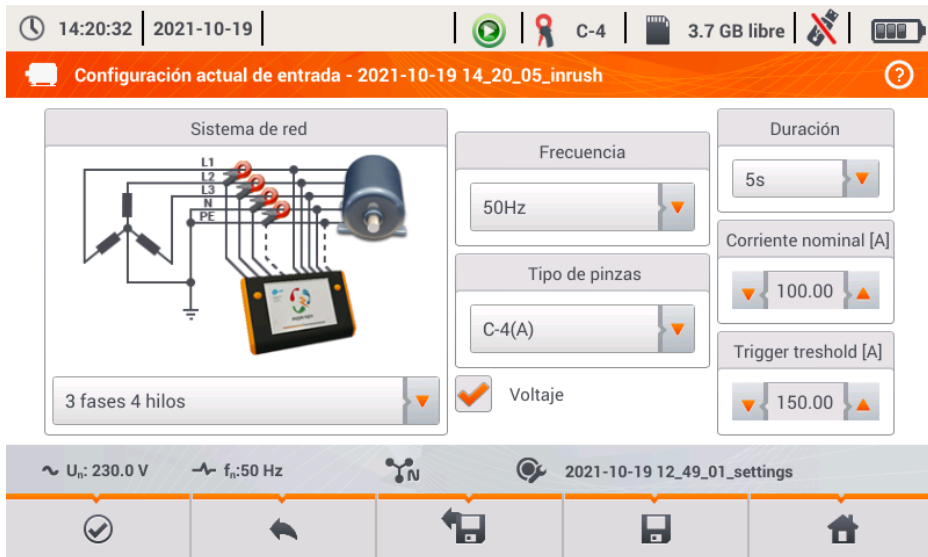

Fig. 39. Pantalla de ajustes de la corriente de arranque.
Después de seleccionar la opción **IRUPCIÓN** del menú principal, aparece la pantalla como se muestra en la Fig. 39.
- ir a la lista de configuración de la corriente de arranque y crear una nueva configuración. Las configuraciones de la corriente de arranque se presentan como configuraciones de medición (ver la Fig. 4), se les asigna un icono . El doble clic en la configuración seleccionada hace que se abra automáticamente y se pasa a la pantalla de ajuste de la corriente de arranque (Fig. 39). El botón de la barra de menú  sirve para añadir una nueva configuración de la corriente de arranque (se abre la ventana como se muestra en la Fig. 39 con los ajustes predeterminados). El icono  sirve para editar la configuración seleccionada de la corriente de arranque.